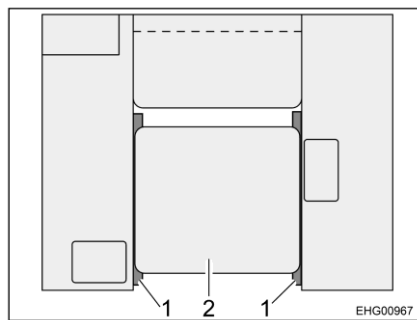

Bild 66 Möblernas placering i den bakre sittgruppen
- Sänk bordet tills bordsskivan (Bild 66,2) vilar på spjalorna (Bild 66,1) på de båda sidosittbänkarna (ev. måste sittdynorna tas bort för att göra detta).